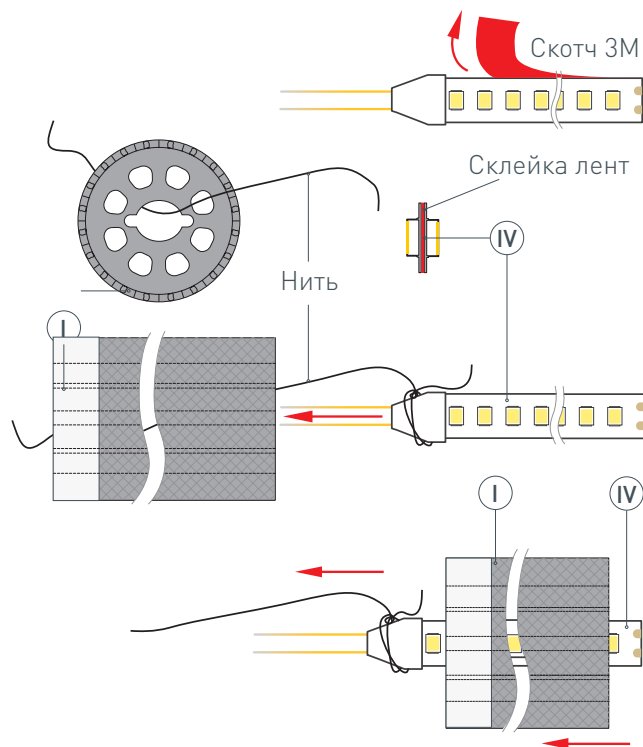

Рис. 1. Протяжка светодиодных лент ④ в профиль ①, вид сверху
- 1 / ВАЖНО!** При необходимости разрезания профиля оберните место резки малярным скотчем, чтобы не допустить распускания оплетки. Закрепите подвесы ② на поверхности и выведите наружу кабель от источника питания для светодиодной ленты. **ВАЖНО!** При создании из профиля фигуры с изгибами учитывайте, что длина используемой светодиодной ленты должна превышать длину профиля, необходимого для построения фигуры, — это поможет избежать заломов и отрыва кабелей питания ленты при сгибании профиля.
- 2 / ВАЖНО!** Не вытягивайте нить из профиля до монтажа светодиодной ленты в него! Установите* светодиодные ленты ④ в профиль ①. Для этого необходимо снять защитный слой со скотчей на светодиодных лентах ④ и склеить ленты тыльными сторонами, чтобы можно было протянуть через профиль. Затем привязать нить (находится внутри профиля) с одной стороны профиля ① к склеенным светодиодным лентам ④, как показано на рис. 1. Чтобы втянуть ленты в профиль, сначала аккуратно поместите кабели питания светодиодных лент ④ внутрь профиля ①, а затем, насколько это возможно, вставьте край светодиодных лент. Аккуратно потяните за нить с другой стороны профиля ① и тем самым протяните** светодиодную ленту ④ в профиль ①. Отвяжите нить от светодиодной ленты. **! ЗАМЕНА ЛЕНТЫ.** Если понадобится заменить уже установленные в профиле светодиодные ленты, то необходимо проделать те же действия: привяжите нить к светодиодным лентам с одной стороны профиля, аккуратно потяните ленту с другой стороны профиля. Таким образом, нить снова окажется внутри профиля, готовая для повторного использования.